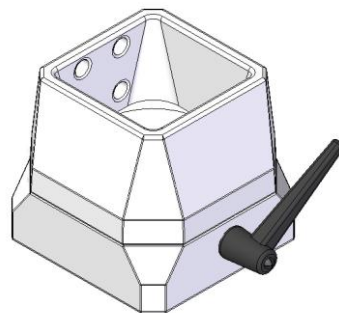

Рисунок 3.3 – соединитель.
3.2. На самом верху кожуха расположен соединитель, смотри рисунок 3.3. С правого бока устанавливается ручка. С левого бока четыре отверстия $\varnothing 6$ мм. Снизу четыре отверстия $\varnothing 4$ мм. Все необходимые винты, гайки, прокладки, ручка, а также схема сборки, прилагаются.